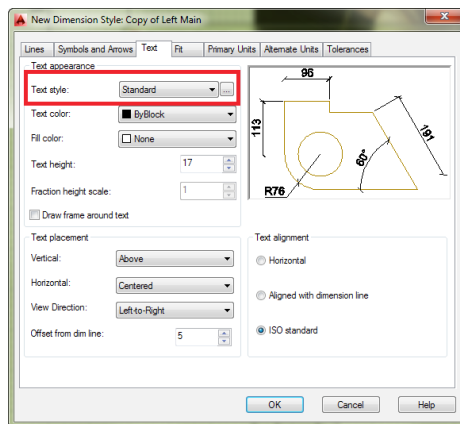

Рис. 101 Стиль текста
- **Text style (Стиль текста).** В этом разделе указываются все параметры шрифта. Если нажать на три точки рядом с выпадающим окном, то откроются настройки шрифта (Рис. 101).